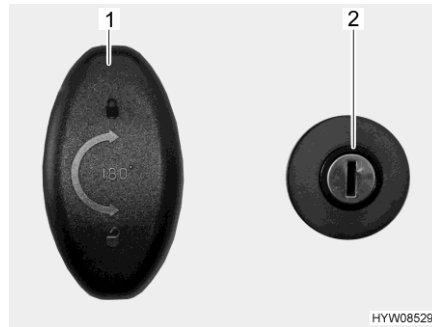

Fig. 54 Cerradura de la puerta (puerta de garaje)
- Introducir la llave en el cilindro de cierre (Fig. 54,2) y girar en sentido de las agujas del reloj. El cierre centralizado está desbloqueado.
- Girar el asidero de la cerradura (Fig. 54,1) media vuelta en sentido de las agujas del reloj y abrir la puerta de garaje.
- Girar el asidero de la cerradura (Fig. 54,1) media vuelta en sentido contrario a las agujas del reloj.
- Introducir la llave en el cilindro de cierre (Fig. 54,2) y girar en sentido contrario a las agujas del reloj. El cierre centralizado está bloqueado.